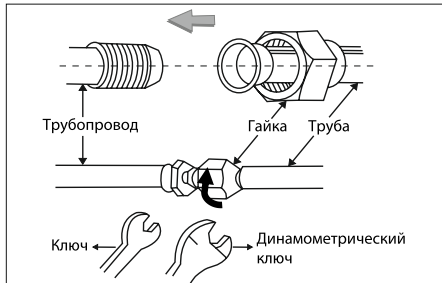

Рис. 11
3. Плотно закрутите гайку динамометрическим ключом до щелчка (рис. 11).